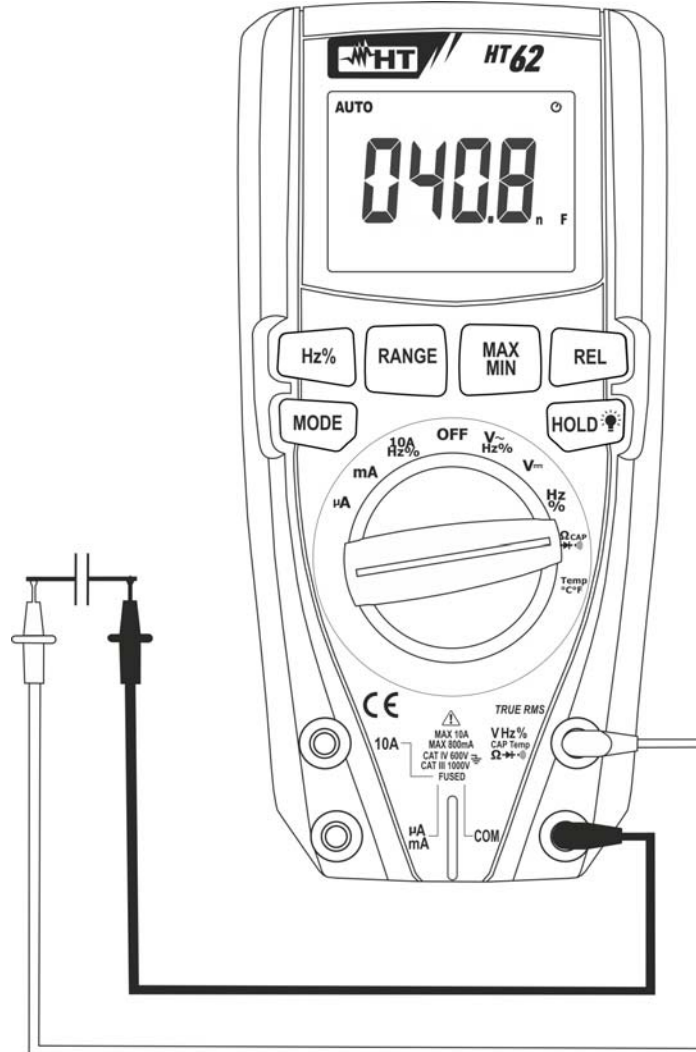

Fig. 7: Mesure de capacité
5. Positionner les embouts aux extrémités du condensateur sous test en respectant, éventuellement, les polarités positives (câble rouge) et négatives (câble noir) (voir Fig. 7). La valeur de capacité sera affichée à l'écran.